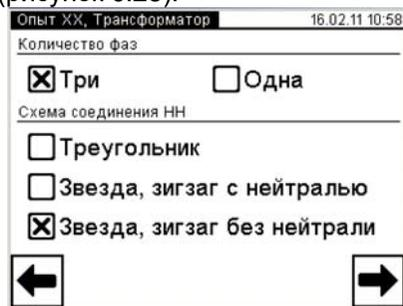

Рисунок 6.28
5) Выбрать вариант соединения обмоток НН проверяемого трансформатора, для чего нажать в поле "Звезда или зигзаг без нейтрали" в подразделе "Схема соединения НН" в окне "Опыт XX. Трансформатор" (рисунок 6.28).